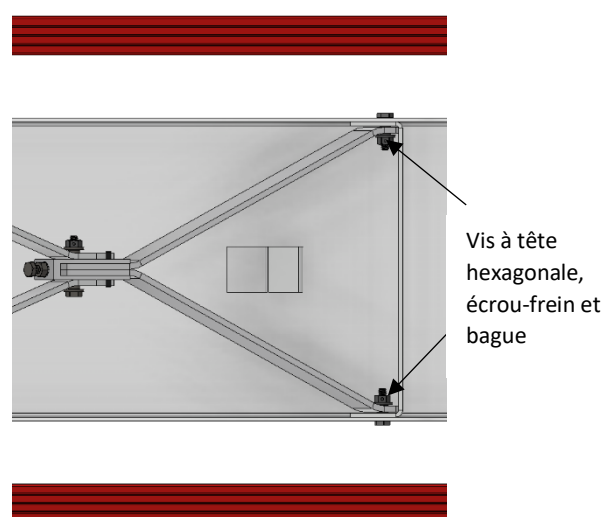

Figure 4
6. Dévisser et retirer les deux écrous-freins de 1/4 po-20 et vis à tête hexagonale de 1/4 po-20 x 1 po qui attachent le haut du bras de blocage à ses trous de fixation, comme illustré à la Figure 4.
2. En utilisant deux des bagues **neuves** fournies avec le bras de blocage de rechange, placer une bague dans chacun des trous de fixation sur la contrefiche supérieure longue du bras de blocage et aligner les trous de fixation de la contrefiche supérieure longue et ceux du plateau supérieur, comme illustré à la Figure 4.
3. Placer une vis à tête hexagonale de 1/4 po-20 x 1 po **neuve** à travers le trou de fixation du plateau supérieur et à travers la bague dans le trou de fixation de la contrefiche supérieure longue du bras de blocage, d'un côté du plateau comme illustré à la Figure 4.